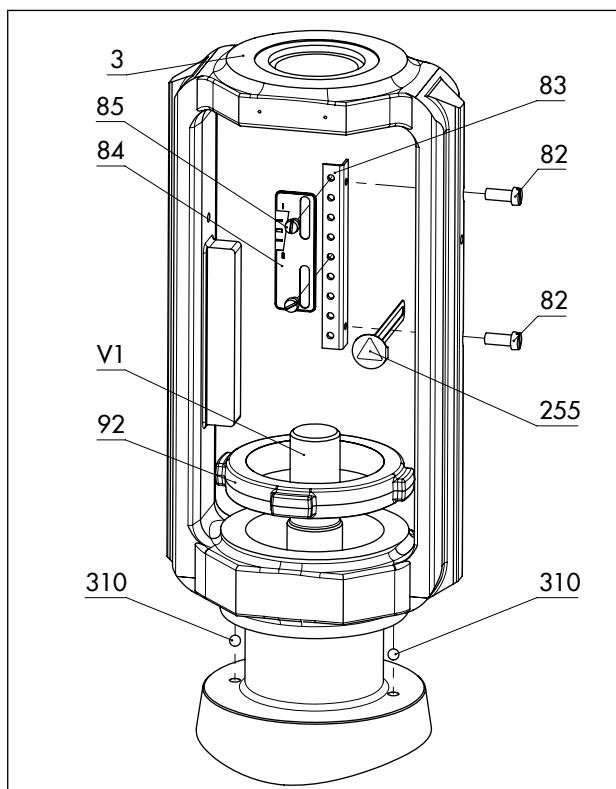
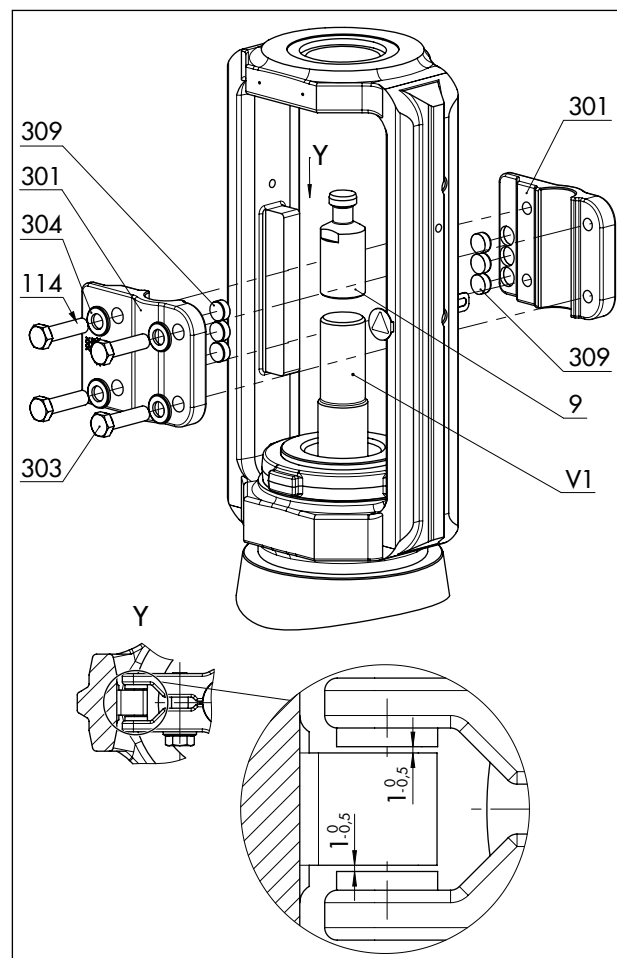

Рис. 14: Обзор монтажа узла «Рама с индикатором хода» в стандартном исполнении
Рис. 15: Обзор монтажа узла «Устройство защиты от проворачивания» в стандартном исполнении
См. Рис. 14 и Рис. 15
- Между скользящими шайбами и их опорными поверхностями на раме имеется номинальный зазор от 0,5 до 1 мм с каждой стороны (см. деталь Y на Рис. 15).